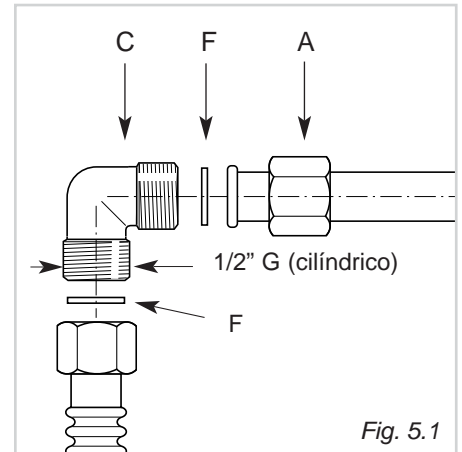

Fig. 5.1
El empalme de la placa de cocción (fig. 5.1) está compuesto de la siguiente manera:
- ✓ Las guarniciones F (fig. 5.1) son elementos que garantizan la estanqueidad de la conexión del gas. Se aconseja sustituirla al presentar incluso una mínima deformación o imperfección.